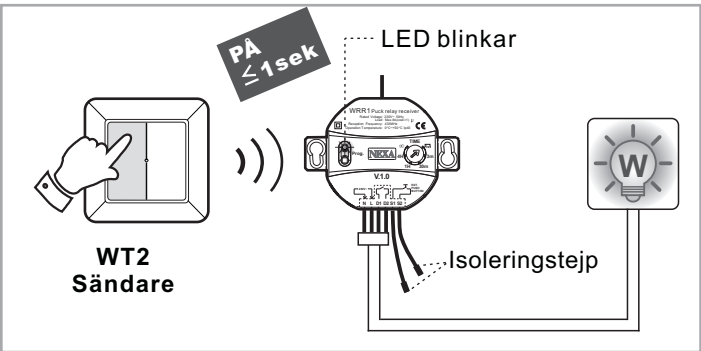
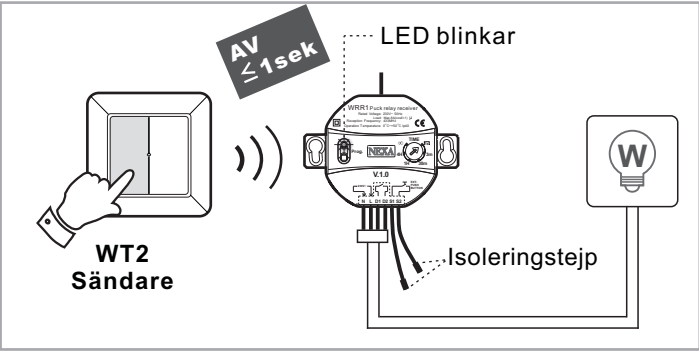

fig.9
fig.10
- Övre respektive nedre delen av vippan representerar PÅ respektive AV. Kort tryck (≤ 1sek) innebär att signal PÅ respektive AV skickas till länkad(e) mottagare. LED'n och ansluten last slås PÅ respektive AV. (se fig.9 & fig.10).